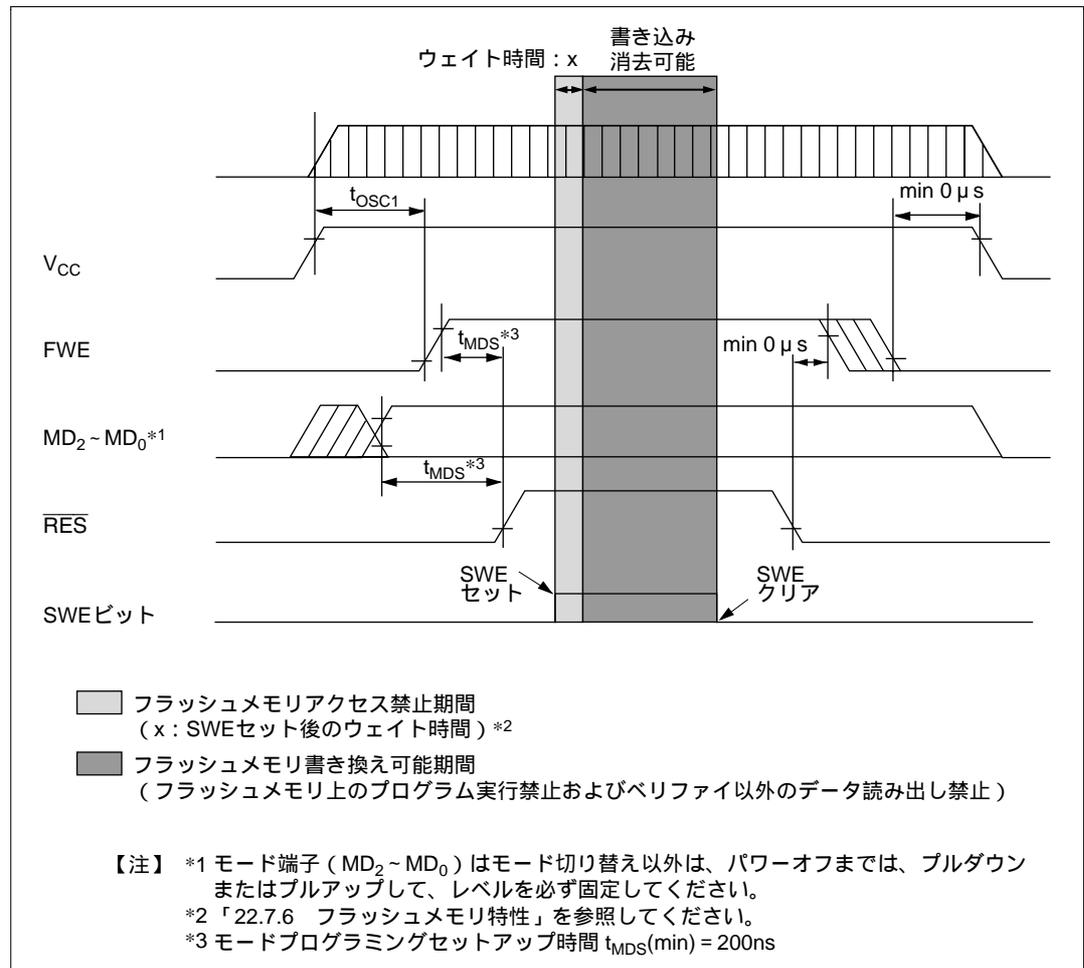
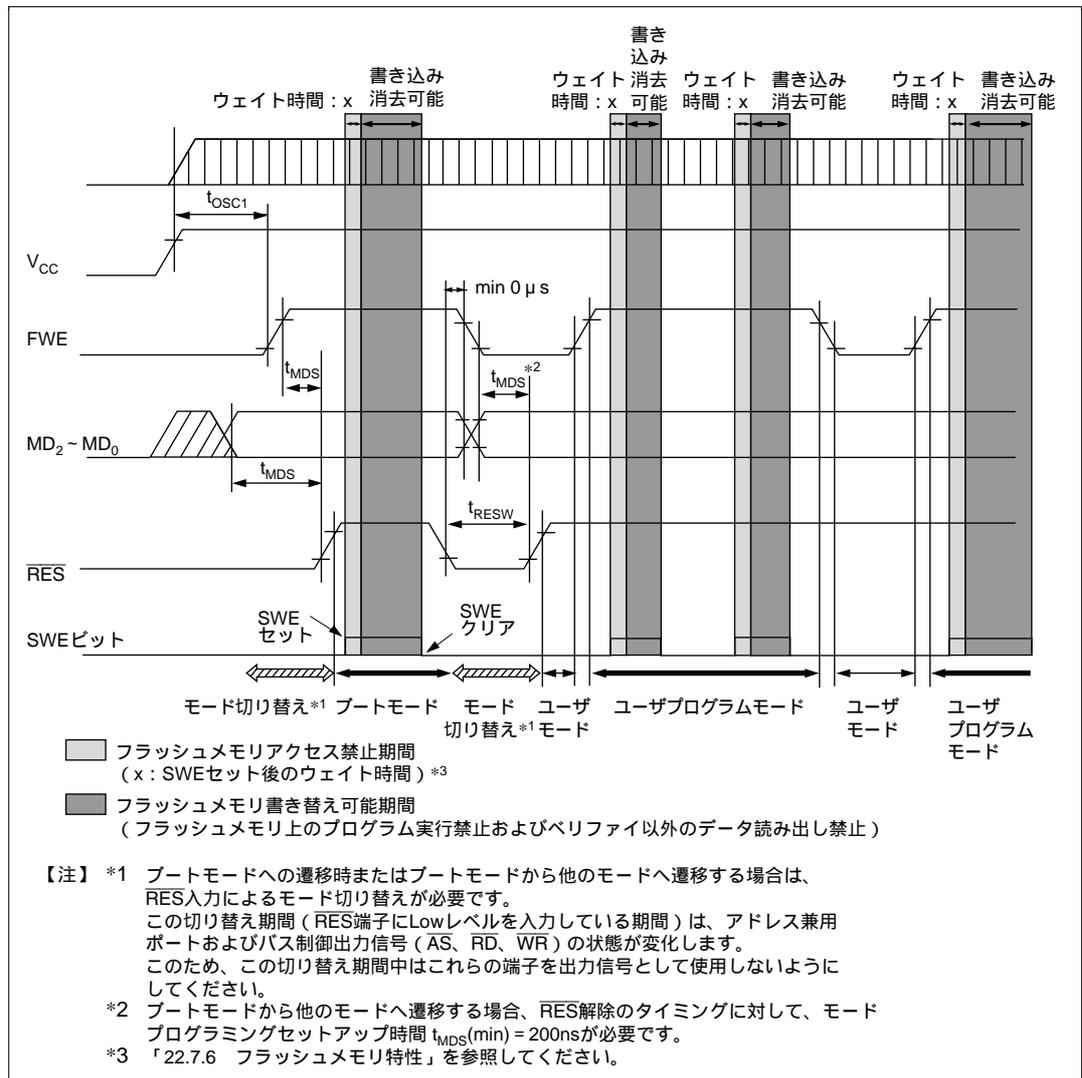

図 19.33 電源投入 / 切断タイミング (ブートモード)
図 19.35 モード遷移タイミング
### (2) 電源投入 / 切断時の注意 (図 19.33 ~ 図 19.35 参照)
### (3) FWE の印加 / 解除の注意 (図 19.33 ~ 図 19.35 参照)